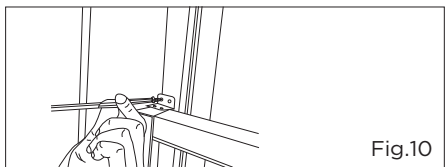

Fig.10
6. Pour fixer le châssis inférieur, fixez le verrou à l'angle droit du châssis avec la vis de 1/2 pouces (12,7 mm) comme indiqué (Fig.10).